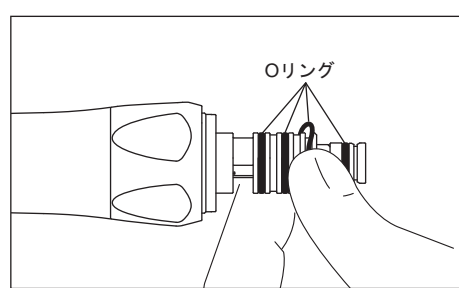

図12
- 2) 不良Oリングを指先でたるみを付けて取り外してください。(図12)